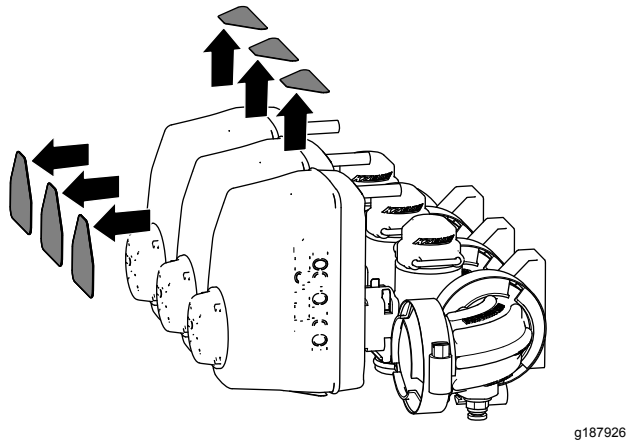

Bild 53
- Entfernen Sie die sechs Aufkleber von den drei Auslegerabschnittventilen (Bild 53).